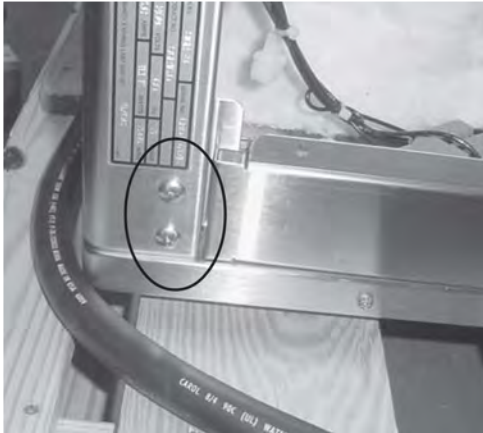

Figura 1
1. Con un destornillador con cabezal Phillips, retire los ocho tornillos de 1/4-20 x 1 pulgadas de las esquinas del equipo. Figura 1.